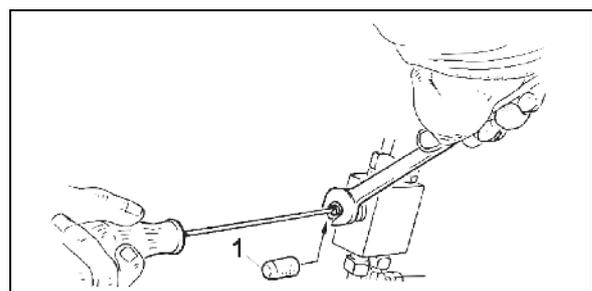

Fig. 104
1. Quitar la tapa de protección (Fig. 104/1)
4. Una vez realizado el ajuste, fijar la posición de la válvula con la contratuerca y colocar la tapa de protección (Fig. 104/1).